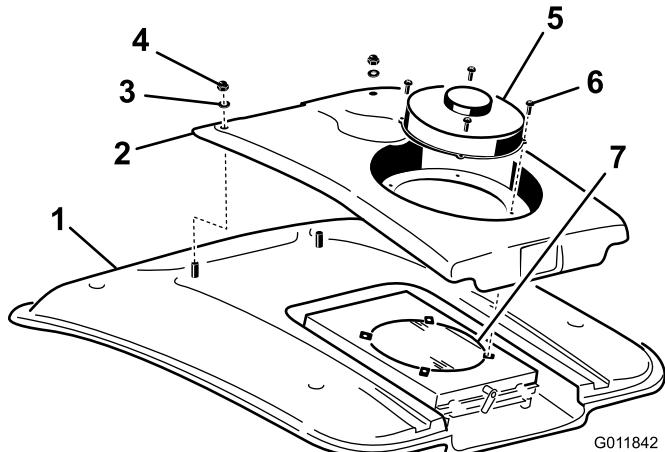

Figura 104
2. Retire los 4 tornillos que sujetan el ventilador y la tapa del condensador al soporte del ventilador (Figura 104).
4. Retire las dos tuercas y arandelas que sujetan la parte delantera de la tapa del condensador al techo de la cabina (Figura 104).
8. Limpie a fondo el condensador del aire acondicionado con aire comprimido (Figura 104).